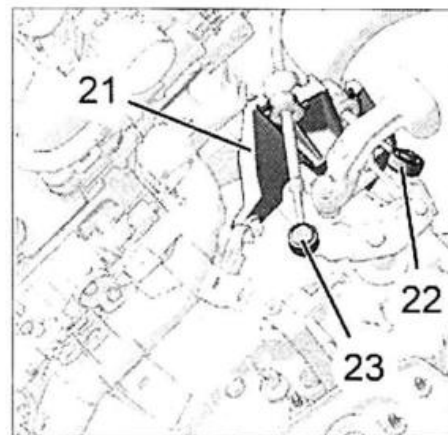

FIG. 6
- Separar (fig. 6):
- la rótula (23) con el extractor de rótulas ref. 9040-TG2.
- la rótula (22) con el extractor de rótulas ref. 9040-TG2, apretando en el centro.